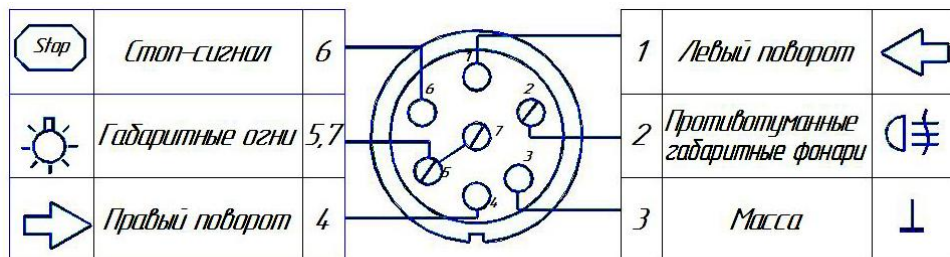

Рис. 2
- подключить провода от клемм розетки к бортовой сети автомобиля в соответствии со схемой Рис.2 с помощью разветвителей проводов;